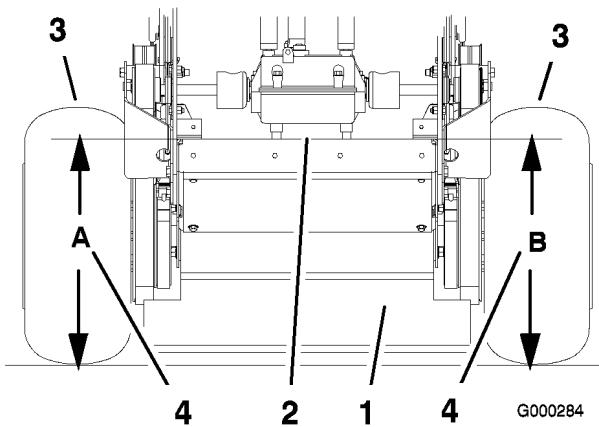

Figura 79
- Mida la altura de la plataforma del motor en la posición **A** (Figura 79).
- Mida la altura de la plataforma del motor en la posición **B** (Figura 79).